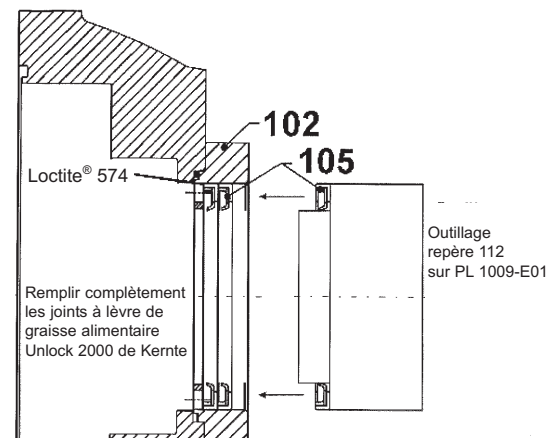

Figure 17
10. Remplir complètement les joints à lèvres avec une graisse alimentaire (type Unlock 2000 de Kernte). S'assurer de l'orientation des joints à lèvres (voir figure 17).